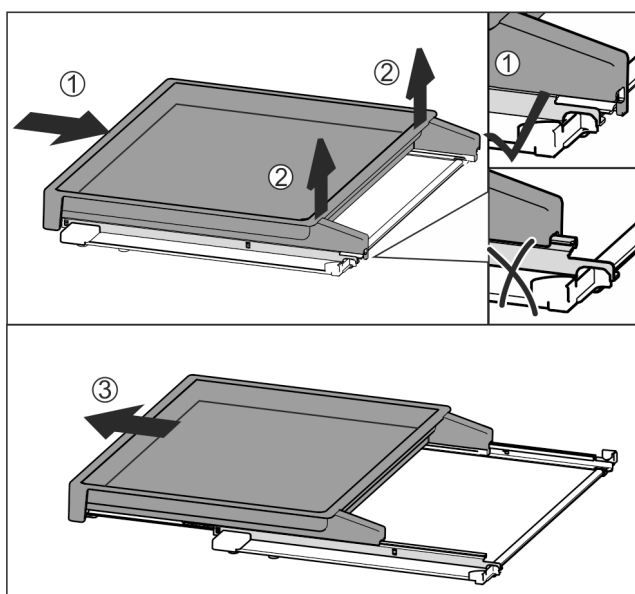

Fig. 112
- Auszugsbord vollständig einschieben Fig. 112 (1).
- Verrastung an hinterer Seite lösen Fig. 112 (2).
- Auszugsbord nach vorne herausnehmen Fig. 112 (3).